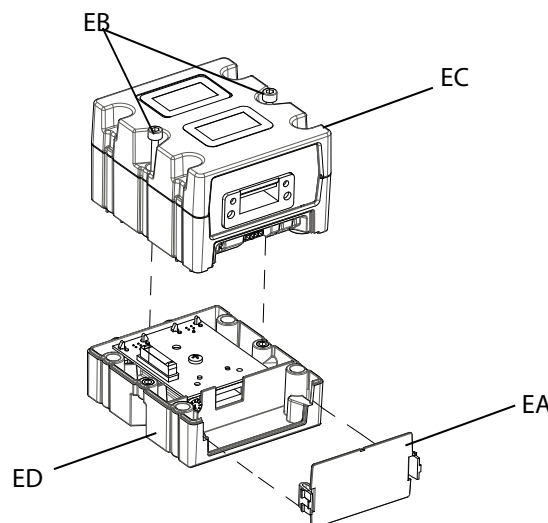

Рис. 60: Разборка CGM
4. Снимите крышку для доступа с CGM (EA). Ослабьте два винта (EB) и снимите CGM (EC) с основания (ED), как показано на Рис. 60.